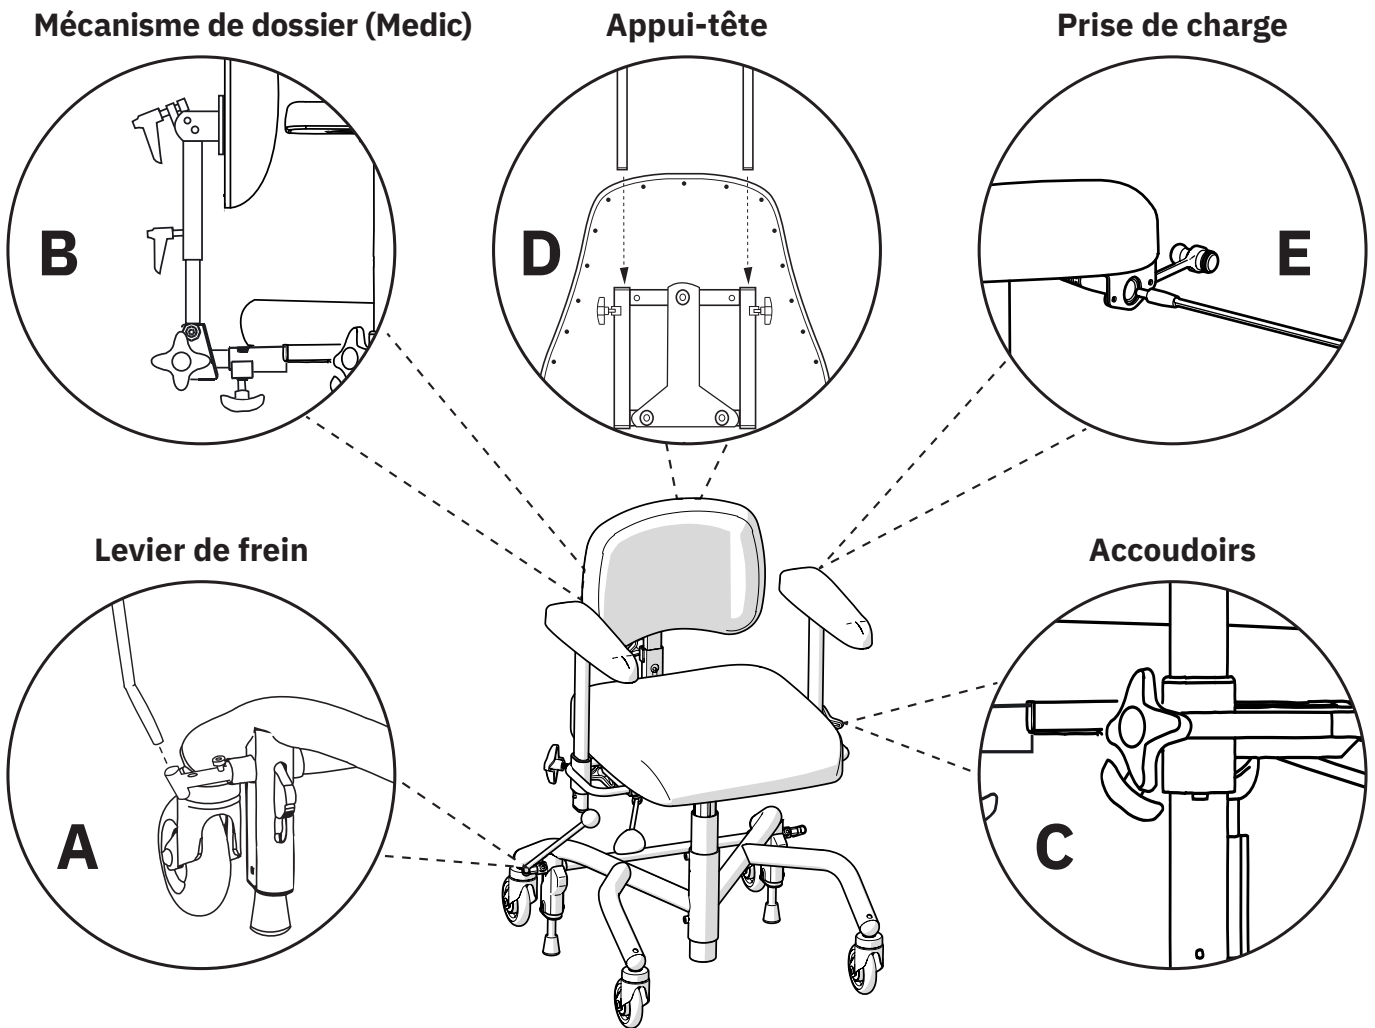

Figure 2.1. Préparation avant la mise en service du produit.
Insérer le levier de frein dans le support du levier de frein (A), voir figure 2.1. Le levier de frein peut être placé sur le côté droit ou gauche.
Insérer le montant du dossier dans le dispositif d'escamotage du dossier (B) et ajuster à la hauteur souhaitée (voir figure 2.1). Resserrer toutes les manettes (B). L'illustration représente l'un des mécanismes de dossier disponibles pour les produits Mercado Medic. Les autres mécanismes de dossier se montent de la même manière, même si leur apparence diffère de celle de l'illustration.
Desserrer les manettes d'accoudoir (C) et ajuster à la hauteur et à la largeur souhaitées (voir figure 2.1). Resserrer toutes les manettes (C).
Si le produit est livré avec un appui-tête, insérer le mécanisme de l'appui-tête dans le support du dossier (D) et ajuster à la hauteur souhaitée (voir figure 2.1). Resserrer toutes les manettes (D).
Avant la première utilisation, la batterie des modèles électriques doit être activée et/ou chargée. Pour ce faire, il faut brancher le chargeur de batterie à la prise de charge du produit et à une prise murale (E), voir figure 2.1. La prise de charge peut être placée à différents endroits sur le produit. Le plus souvent, le produit est livré avec la prise de charge montée à l'arrière de l'accoudoir gauche.